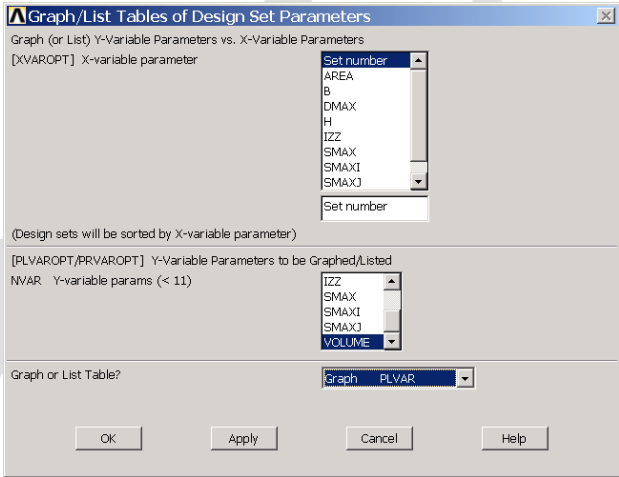

图12.21 图形显示参数对话框
(3) 单击 Main Menu>Design Opt>Design Sets>Graphs/Tables 菜单，弹出如图 12.21 所示的对话框。在【X-variable parameter】列表框中可选择 X 轴显示的参数，在【Y-variable params】列表框中可选择 Y 轴显示的参数。